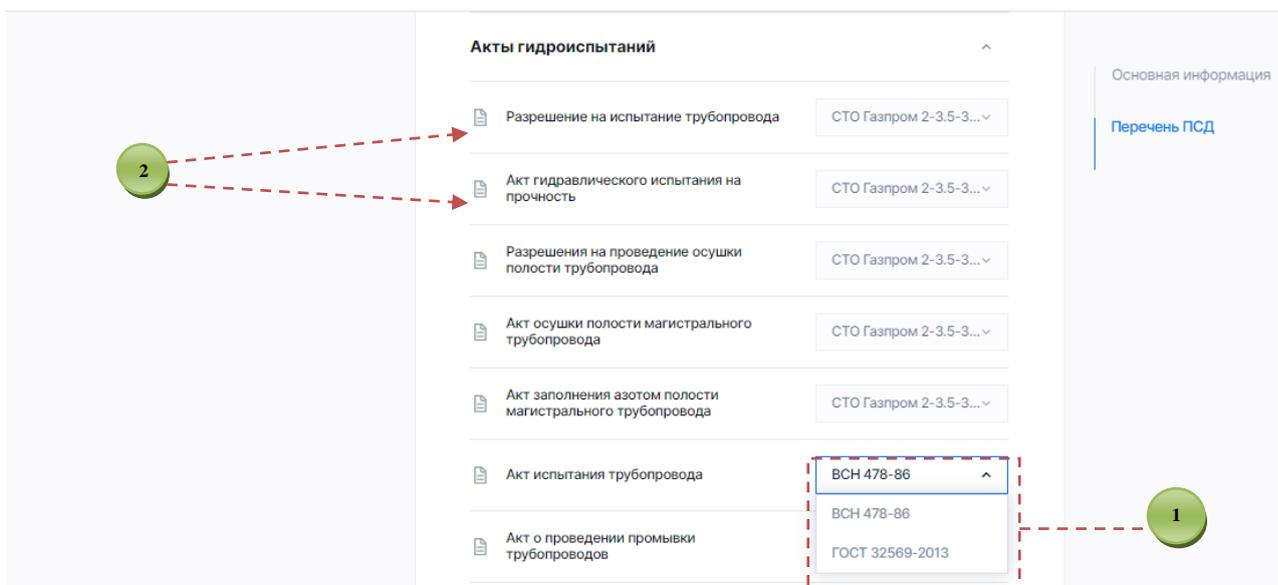

Рисунок 12. Выбор из списка необходимой документации при внесении изменений
– Щелчок по строке открывает её для просмотра и изменения (рис. 12).
– Щелчок по значку файла, сопровождающего документ, позволяет скачать печатную форму документа **2** (рис. 12).